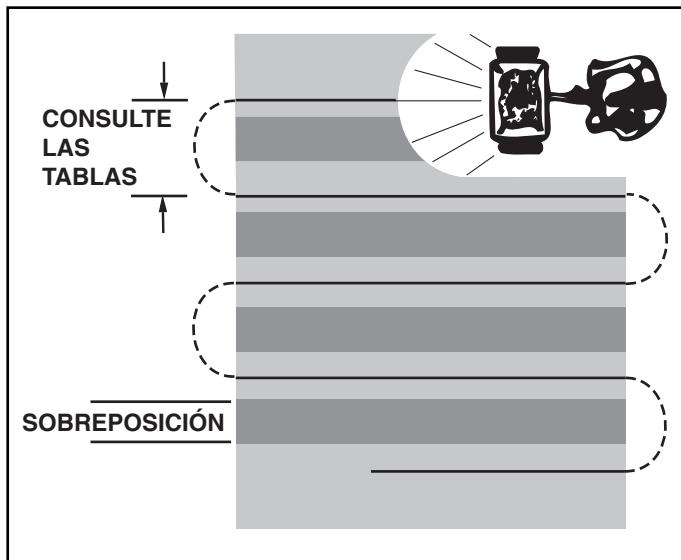

FIGURA 12
- Para asegurar una cobertura uniforme, haga cada pase de manera que el patrón de voleo se sobreponga ligeramente al patrón del pase previo como se muestra en la figura 12. El ancho de voleo aproximado para diferentes materiales se muestra en la tabla de aplicación de esta página.